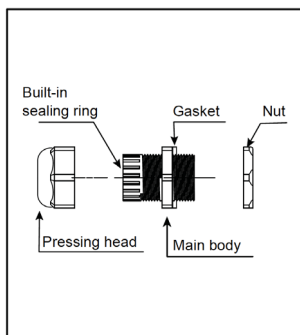

Abb. 14
Bestandteile der Kabelverschraubung (siehe Abb. 14–16)
- a1. Überprüfen Sie, ob alle Teile der Kabelverschraubung vorhanden und in einwandfreiem Zustand sind (Abb. 14).